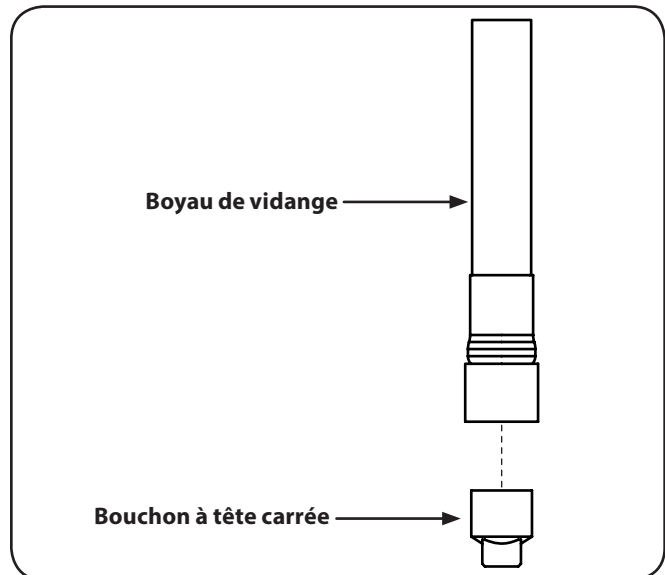

Figure 6-1
4. Tenez l'extrémité libre du boyau de vidange d'huile au-dessus du récipient collecteur, puis dévissez le bouchon à tête carrée du boyau. Voir Figure 6-1. Vidangez l'huile du moteur dans le récipient.